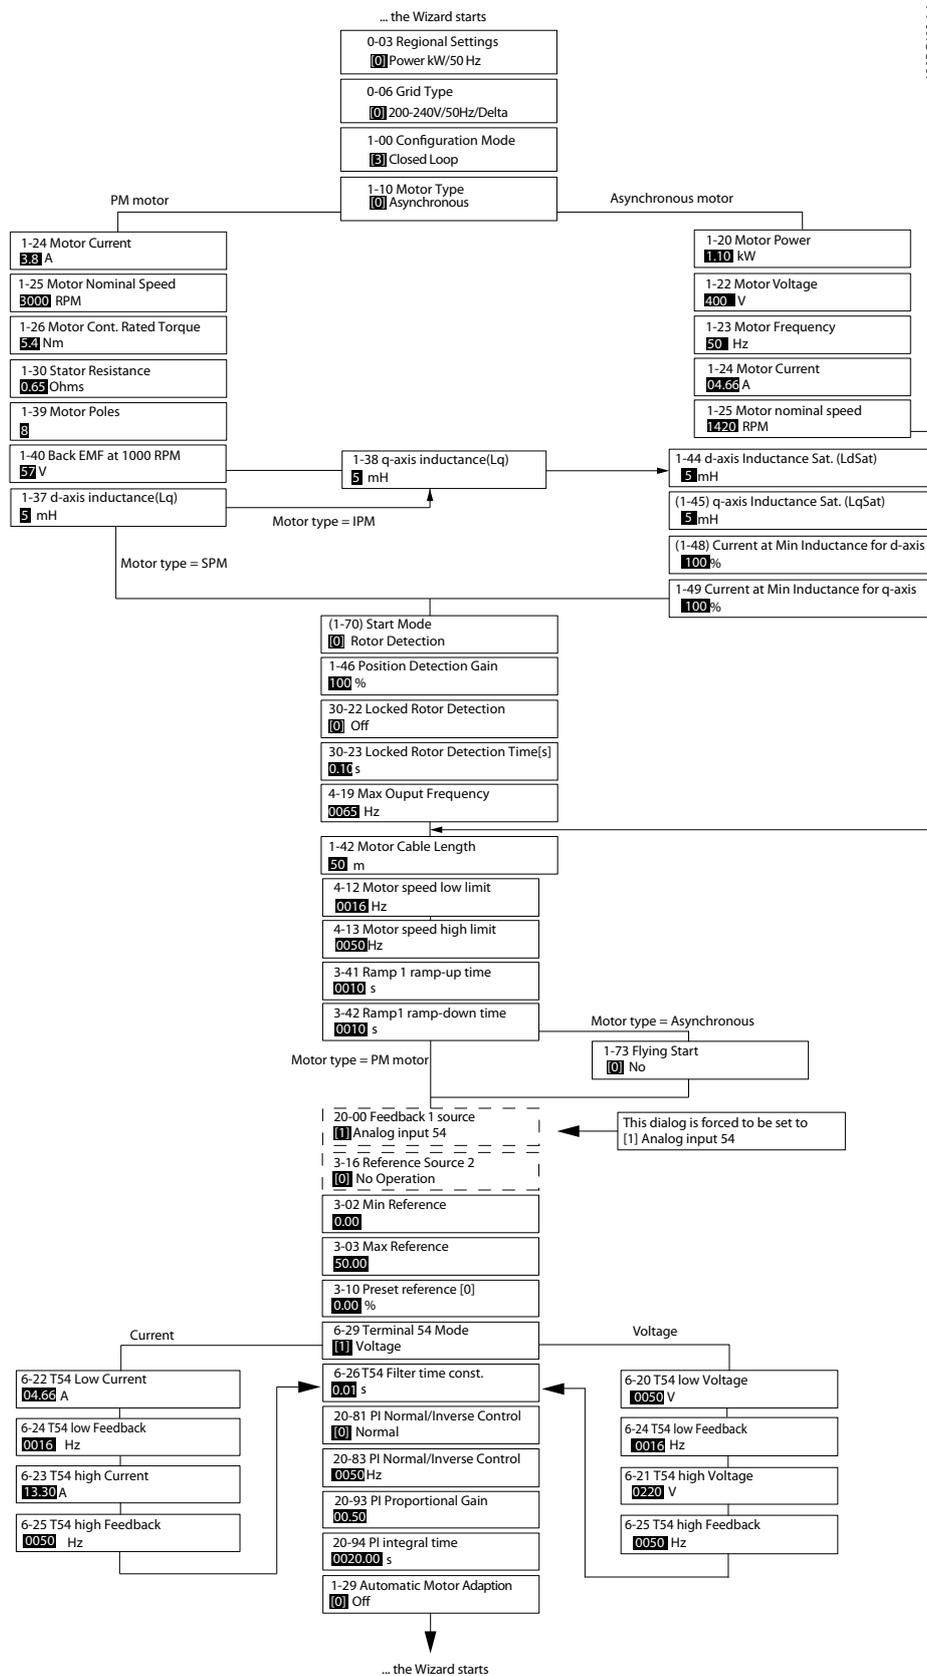

Ilustración 2.5 Asistente de configuración para aplicaciones de lazo cerrado
- El asistente para aplicaciones de lazo cerrado. Consulte *Ilustración 2.5* para obtener más información.